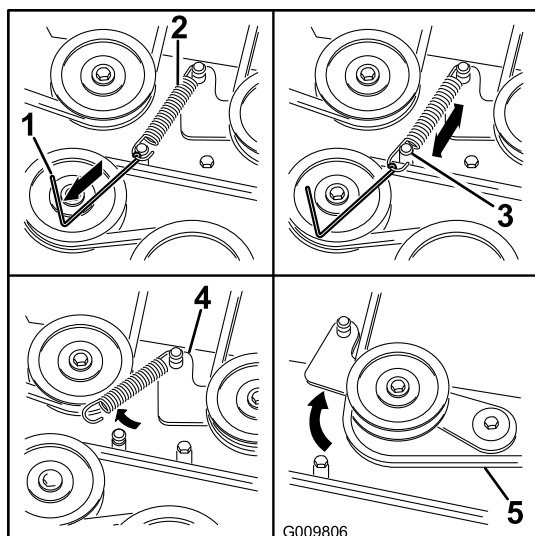

Figure 59
8. À l'aide d'un outil de dépose de ressort (réf. Toro 92-5771), décrochez le ressort de l'ergot sur le plateau pour éliminer la tension sur la poulie de tension (Figure 59).
11. Acheminez la courroie neuve autour des poulies du plateau de coupe et de la poulie d'embrayage, sous le moteur (Figure 59).
12. À l'aide d'un outil de dépose de ressort (réf. Toro 92-5771), accrochez le ressort à l'ergot sur le plateau pour tendre la poulie de tension et la courroie de plateau de coupe (Figure 59).